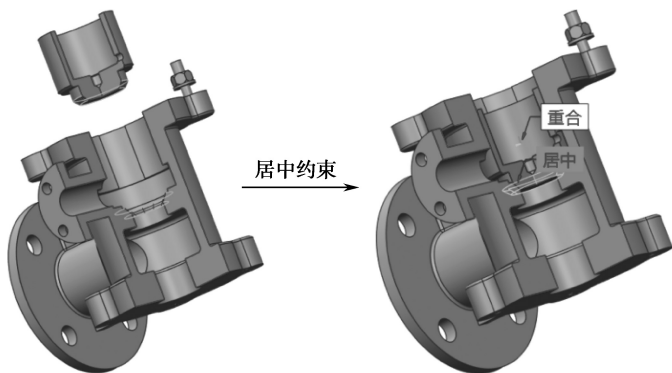

图 8-36 距离约束
(3) 单击【放置】选项卡，单击【新建约束】，修改约束条件为【居中】，分别选择如图 8-36 所示的“阀瓣.prt”高亮面和“阀体.prt”的腔体内高亮曲面，建立完全约束关系。单击【确定】按钮，完成零件“阀瓣.prt”的装配。